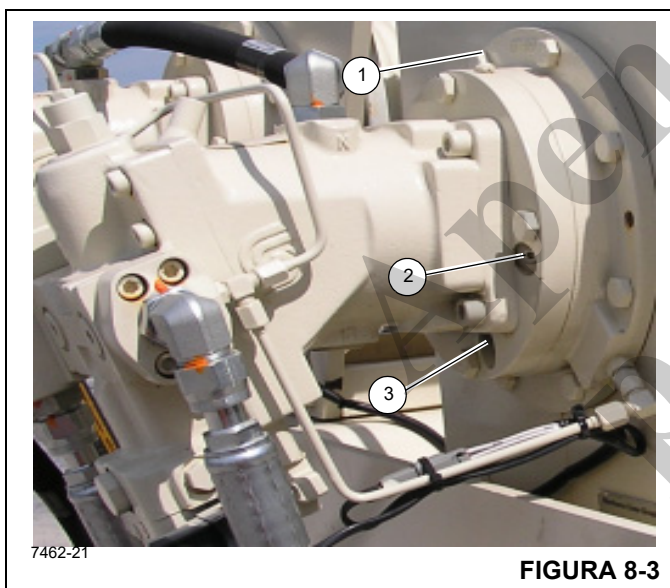

FIGURA 8-3
Para verificar o óleo do freio do guincho, remova o bujão de inspeção (2, Figura 8-3) e inspecione visualmente o nível do óleo. O fluido deve estar nivelado com a parte inferior do furo de inspeção. Se mais fluido for necessário, adicione através do respiro e do furo do bujão de enchimento de óleo do freio até que o óleo esteja no nível inferior do furo de inspeção (1).
Para drenar e adicionar óleo novo, remova o bujão de dreno (3, Figura 8-3), o bujão de inspeção (2) e o bujão de respiro (1) e drene o óleo hidráulico. Reinstale o bujão de dreno (3) e adicione fluido no furo de inspeção (2) até que o óleo esteja no nível inferior do furo de inspeção. Instale o bujão de inspe-
O óleo nas seções da caixa de engrenagens e do freio deve ser trocado após as primeiras 50 horas de operação e a cada 1.000 horas ou 6 meses de uso. O óleo da caixa de engrenagens é drenado removendo-se o bужão do dreno e a ventilação (consulte a *Figura 8-3*).